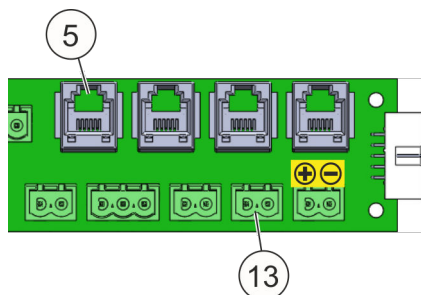
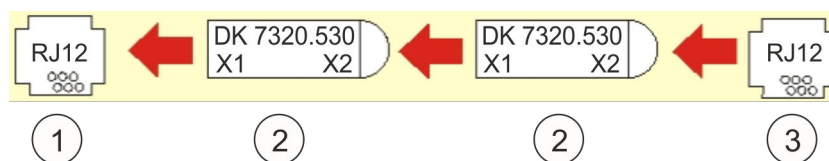
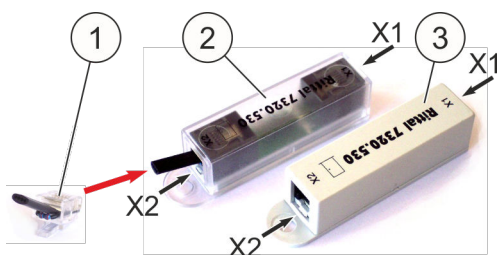

Fig. 41: Conexiones del interruptor de contacto de puerta
Fig. 42: Esquema de instalación para el interruptor de contacto “conector RJ12” (sensor de acceso)
Fig. 43: Interruptores de contacto de puerta y resistencia terminal (RJ12)
La entrada para contacto de puerta “5” (Fig. 41/5) está diseñada para el tipo de conmutador Rittal 7320.530 (Fig. 43/2 o 3). Conectar el interruptor de contacto de puerta de la opción “conector RJ12” a la entrada para contacto de puerta “5”. Realizar la conexión conforme a Fig. 42 y Fig. 43.
- 1 Entrada para contacto de puerta “5” (Fig. 41/5)
Al conectar el conector RJ12 “Resistencia terminal” (Fig. 43/1) tener en cuenta que para los interruptores de contacto de puerta grises antiguos (Fig. 43/3) se necesita una resistencia terminal distinta que para los interruptores de contacto de puerta transparentes (Fig. 43/2):
La resistencia terminal premontada (Fig. 41/13) se debe retirar si se utiliza el conmutador “Rittal 7320.530”.
- Interruptor de contacto de puerta gris (Fig. 43/3):
- Interruptor de contacto de puerta transparente (Fig. 43/2):